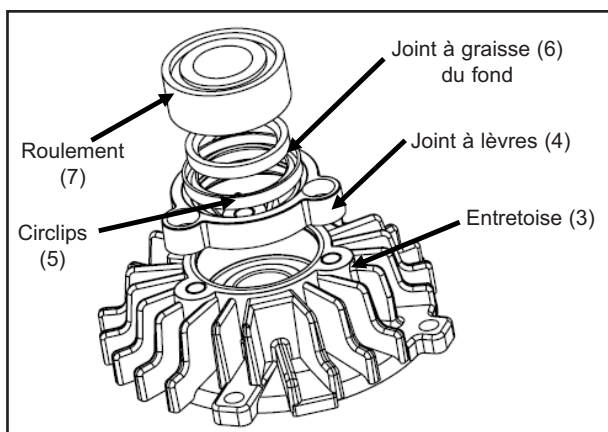

Figure 17
3. Faites glisser le roulement (7) pour le dégager du fond. Le roulement est ajusté par glissement.
4. Enlevez l'entretoise (3) et tapez sur le joint à graisse (6) pour le dégager du fond. Enlevez le circlips (5) ; voir la figure 17.